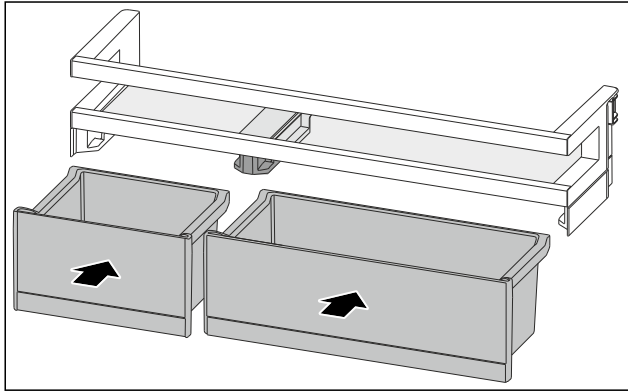

Fig. 117
- Coloque los VarioBoxes en disposición intercambiada. (consulte Fig. 117)